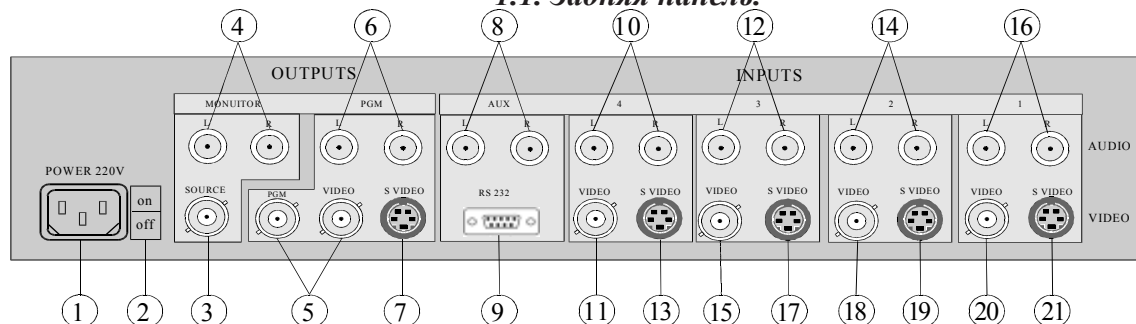

Рис. 1– Коммутационная панель
Для включения видеомикшера необходимо на задней панели переключить кнопку питания в положение On (См. рис.1) . На лицевой панели светодиод на кнопке **[SHIFT]** (13) будет сигнализировать о включении микшера и о начале загрузки основной программы. В течение этого времени (5 секунд) не рекомендуется производить какие-либо операции.